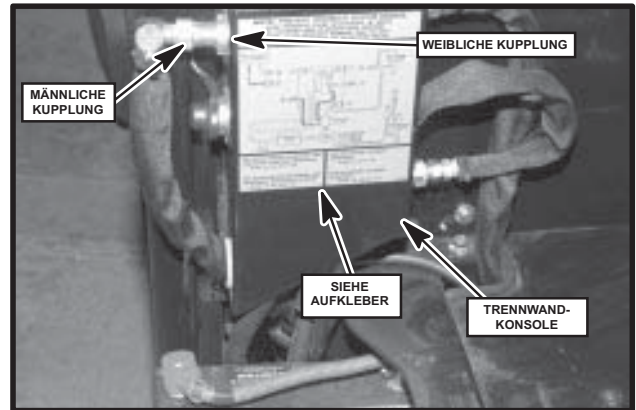

Abbildung 50
1. Lösen Sie die beiden Schnellverschlüsse an der Trennwandkonsole (siehe Abb. 50).